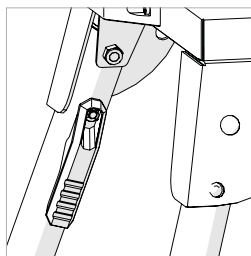
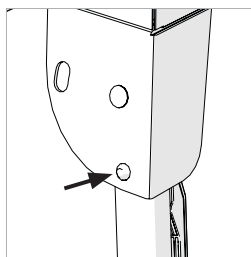

Abb. 1
Abb. 2
- Drücken Sie den Verriegelungs-/Entriegelungshebel (**Abb.1**) zum Bein hin, um es aus der eingeklappten Position zu lösen.
- Wiederholen Sie diesen Vorgang, bis alle vier (4) Beine ausgeklappt sind.
- Vergewissern Sie sich, dass alle vier (4) Beine in ihrer Betriebsposition fixiert sind. Die Verriegelungstifte der Scharniere müssen vollständig in die eingefrästen Schlitz in den Eckwinkeln des Tisches eingeführt werden. (**Abb.2**).